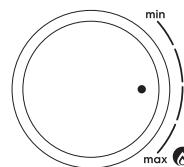

Рис. 4.
- открутите сливную заглушку (7 на схеме устройства, рис. 4), для того, чтобы из водонагревателя вылилась вся вода;